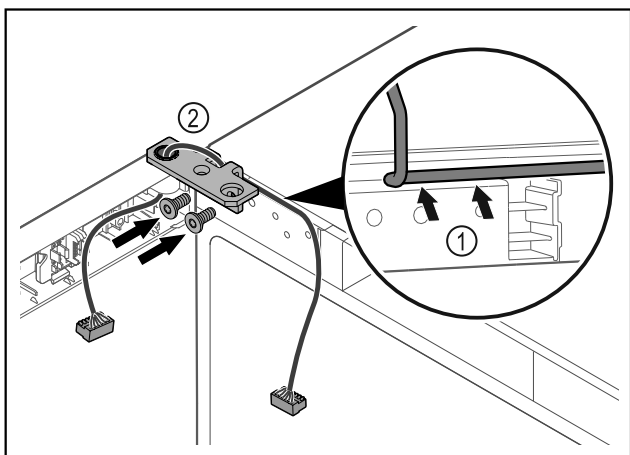

Fig. 42
- Kabel speljite skozi izrez tečaja kotnika in ga previdno zložite Fig. 42 (1).
- Privijte kotnik tečajev vrat Fig. 42 (2).